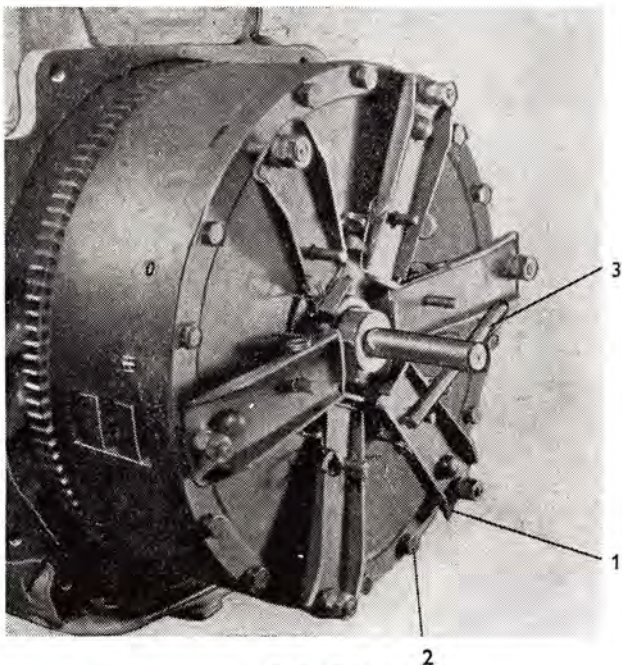

Abb. 52
1. Der Fahrtausrückhebel ist am kürzeren Hebelende zu unterlegen (Abb. 52/1).
kung (Abb. 52/2) sind auszuschrauben und die ganze Kupplung ist aus dem Schwungrad heraus-zunehmen. Schliesslich ist noch die Fahrkupp-lungslamelle, die im Schwungradkörper verblieben ist, herauszunehmen.